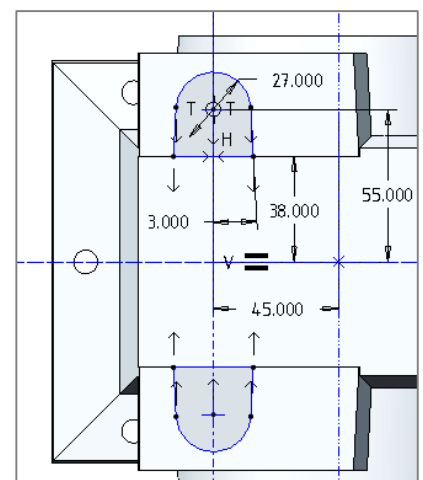

Abb. 8 Skizze Angüsse Fuß-
- ▶ Profil ▶ Skizzierebene: E_ANGUSS_FUSS ▶ skizzieren gemäß Abb. 8